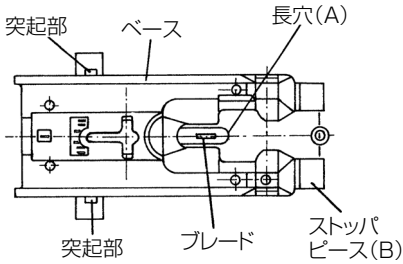

図 29
- (2) テーブルの長穴 (A) にジグソーのブレードを通し、突起部の間にベースが入るようにします。つぎに、ベースの先端をストップピース (B) に突当てます。(図 29)